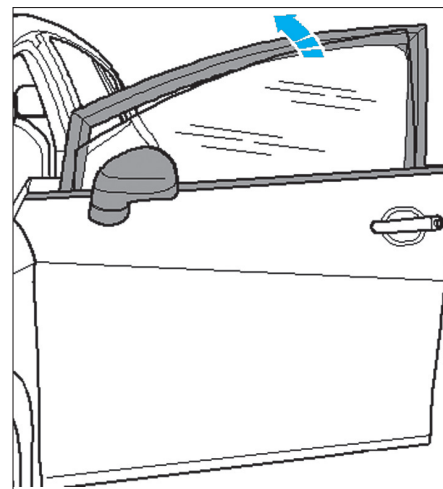

Fig. 63
• Déplacer la vitre par le haut et l'incliner pour l'extraire (Fig.63).